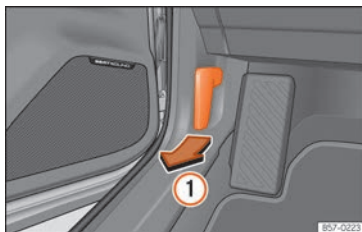

Fig. 13 Palanca de desbloqueo en el espacio reposapiés del conductor.
- Abra la puerta y tire de la palanca que hay debajo del tablero de instrumentos »» **fig. 13 1**.